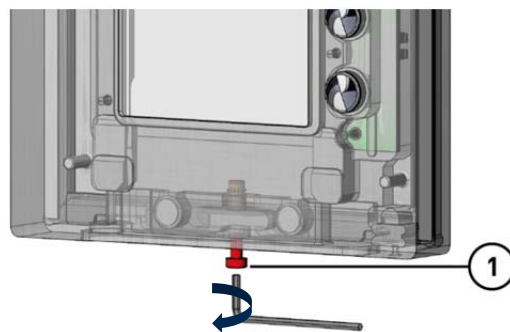

Abb. 4: Oberschale lösen
- ▶ Schrauben Sie die Sicherungs-Innensechskant-Schraube **(1)** mit Hilfe des Innensechskant-Schlüssels heraus (Abb. 4).